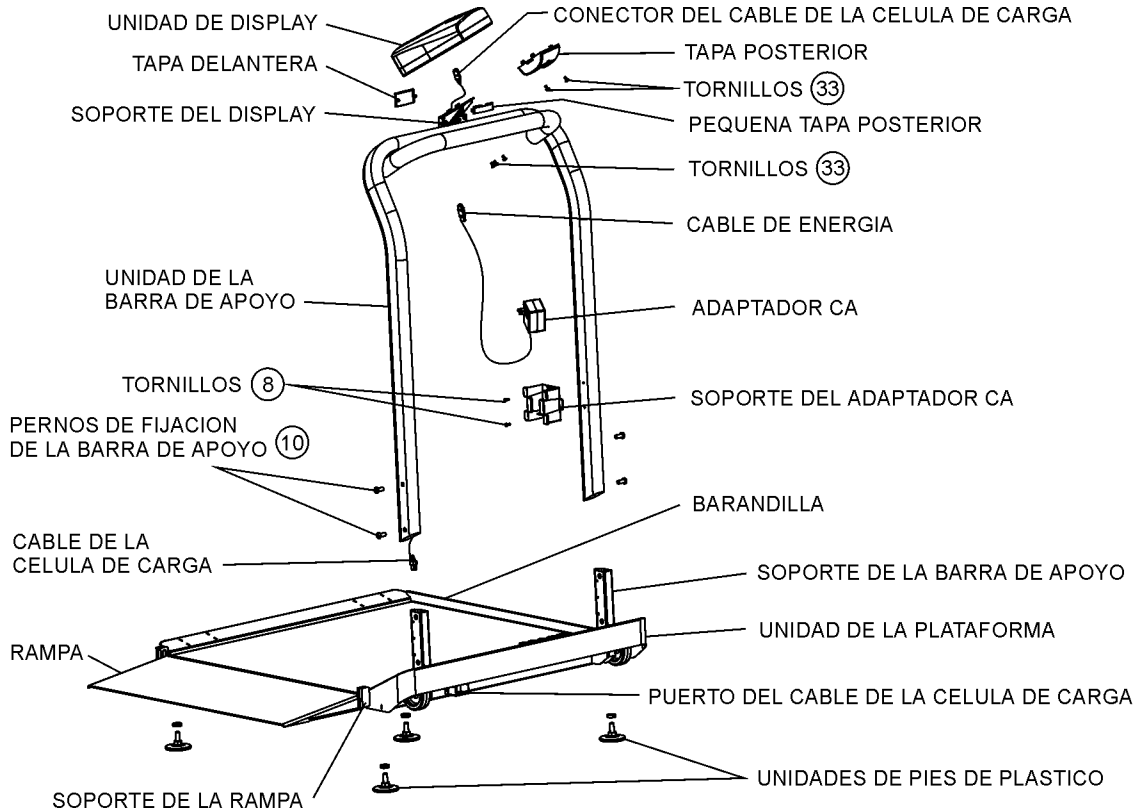

Figura 1. Montaje Después del Envío
2. Desatornille todos los tornillos del fondo de la unidad de la barra de apoyo. Mantenga la unidad de la barra de apoyo perpendicular a la unidad de la plataforma, como mostrado en la Figura 1. Alimente el cable de la célula de carga (resalta del lado derecho de la unidad de la barra de apoyo) en el tubo del soporte del lado derecho de la barra de apoyo. El cable de la célula de carga debe pasar a través del tubo y salir debajo de la plataforma.